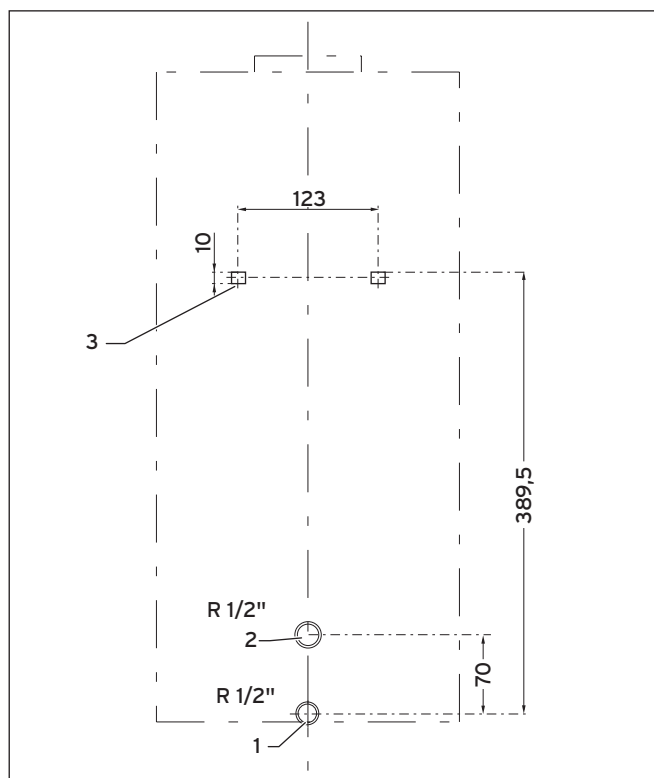

Abb. 3.2 Wandvorinstallation
- Lösen Sie die Sicherungsschraube (**7**) vollständig und befestigen Sie das Gerät in der Wand (siehe Abb. 3.2)